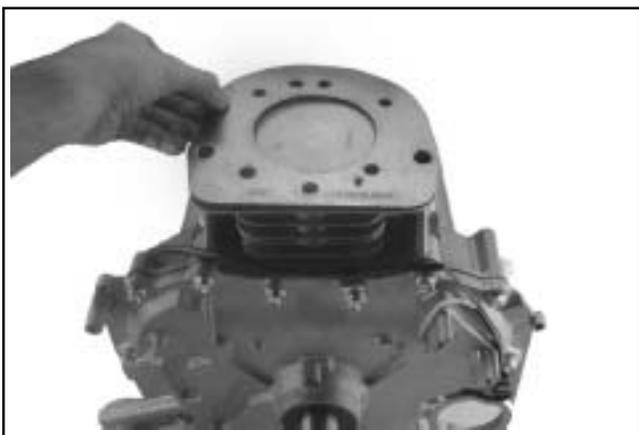

Figura 10-34. Installazione della guarnizione della testata.
4. Installare una nuova guarnizione della testata. Vedere Figura 10-34.